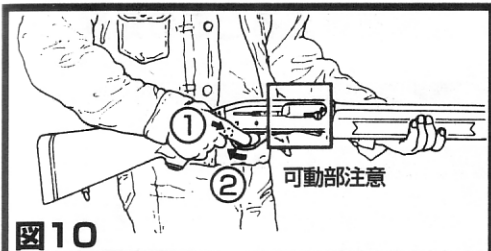
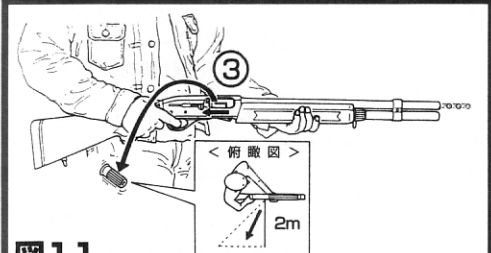

図10
図11
4. 発射 → 図10・11参照
- ① ターゲットとその回り(特に後方)の安全を充分確認してください。さらにこの銃はシェルも排莢します。基本的にシェルの排莢方向(図11参照)は立射時射手の横から後方のおおよそ2mです。この排莢位置もご注意ください。銃を正立(図10参照)にしてから、セフティをはずしてください。
- ② ここで初めてトリガーガード内に指を入れトリガーを一気に引ききります。構造上トリガーはガスバルブのスイッチを兼ねていますので、一気に引かない場合があります。またにガス漏れ音がして作動が遅れる場合があります。
- ③ トリガーを引ききると、BB弾を発射、と同時にボルトが勢良く後退(ブローバック)、シェルを排莢します。可動部(ボルトハンドル、ポート内のボルト)に身体の一部や衣類等が当たったり、かんだりしないようご注意ください。また発射時銃下部のキャリアーにも触れないでください。ジャムを起こす場合があります。ライブシェルという構造上、通常発射においてもジャムがごくまれに起こる場合があります。⑦トラブルシュートの7.ジャムシェルの取り方①～④を参考に手動で取り出してください。
- ④ シェルのある限り、発射、排莢を繰り返します。この銃にはボルトストップを設定していませんので、シェルが給弾されていない時は空撃ちブローバックが楽しめます。
- ⑤ 発射ガスの性質上、しばらく撃つことによりガス圧が低下してきたら、排莢の飛びが悪くなり、続いて発射してもボルトが後退しきらず、シェルを排莢できなくなり、ガス消費、冷えを知らせます。この時ボルトが僅しか後退せずジャムを起こす場合もあります。⑦トラブルシュートの7.ジャムシェルの取り方①～④を参考に手動で取り出してください。ガス消費の場合は、ガスチャージを行ってください。冷えの場合は、セフティをかけて、銃からタンクをはずし、そのまま常温に戻るまでお待ちください。絶対に加温しないでください。2.ガスの注入(デタッチャブルガスタンクの使い方)の△ガスポンペ・ガスガン使用上の注意事項をお守りください。※必ずガスポンペ本体の警告文もお読みください。別売スベアデタッチャブルガスタンクに交換されると続けて楽しめます。
- ⑥ 続けて撃たない時は、必ず5.発射を終える時の処理を行い銃を安全な状態にしてください。
2. レンジアップ(ホップアップ)システムは銃をまっすぐ正立(→図11参照)の状態が発射エネルギーにマッチした重量のBB弾を3～5発発射した時に効果的なホップアップ効果を得られるように固定セッティングされています。よって銃を斜め、横、逆さにしたり、銃に合わない重量のBB弾を用いて発射されると、BB弾は全く予期しない方向に飛んでいく恐れがあります。ご注意ください。→6.レンジアップ(ホップアップ)についてを参照
3. 発射ガスの性質上、ガスの注入されたガスタンクをつけた銃を逆さま(銃口を下、もしくはシェル入り口を上)にして置いておき、直後に作動させた時、または銃を逆さまにしたまま作動させると霧状の生ガスをポートスリット・銃口等から噴きます。ガス消費が早まると同時に銃内のオイル分を流してしまい、不調の原因になります。→④メンテナンス参照
4. 発射ガスの性質上、①気温の低い時(おおよそ20℃以下)、②連続発射後、③生ガス発射後、に銃が冷えてしまいパワーダウン・ジャム等正常に作動しないことがあります。セフティをかけて、銃からガスタンクをはずし、そのままにして常温に戻るまでお待ちください。加温は絶対にお止めください。また一旦冷えてしまえば調子が悪くなった銃・ガスタンクには、必ず常温に戻ってからガス注入、セットを行ってください。2.ガスの注入(デタッチャブルガスタンクの使い方)の△ガスポンペ・ガスガン使用上の注意事項をお守りください。※必ずガスポンペ本体の警告文もお読みください。
6. ターゲットの選択、及びターゲットの周囲には特に注意してください。跳弾及びBB弾の割れる可能性のある固いもの、貫通の可能性のある弱いものはターゲット機材に使用しないでください。シェルの飛び方向にもご注意ください。→図11参照
△ 警告：レンジアップというシステムの性質上、軽量BB弾を使用した場合や銃を斜め・横・逆さにしたり、シェルに3~5発以外の給弾をして発射した場合、照準を狙った方向とは全く異なる方向にBB弾が飛んでしまいます。正しいホップアップ効果を得るためには**図11**のように銃を正立させてから、条件に合う重量のBB弾を3~5発給弾で発射してください。